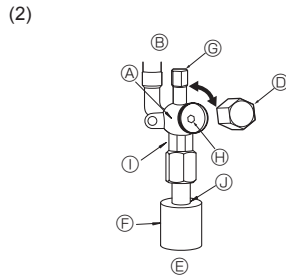

Fig. 4-6
#### (2) Γραμμή υγρού (Fig. 4-6)